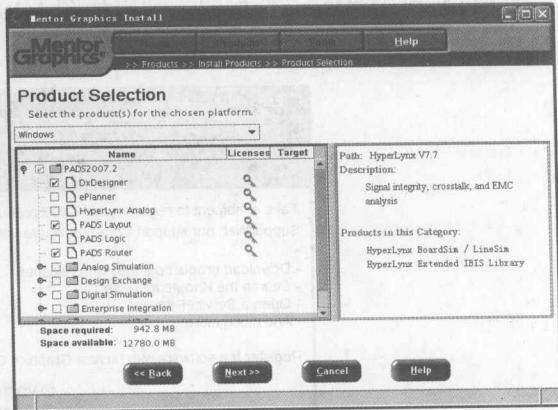

图 1-15 选择要安装的软件
(7) 在列表栏中选择“DxDesigner”、“PADS Layout”、“PADS Router”和“HyperLynx”等需要安装的工具, 如图 1-15 所示。